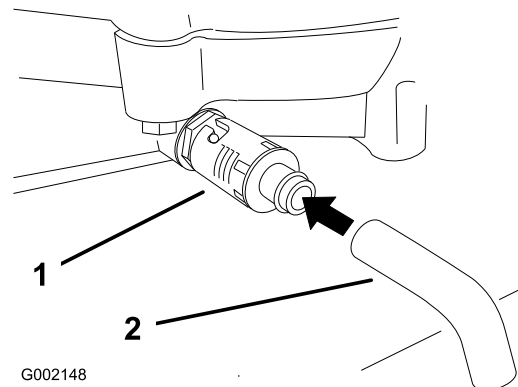

Figura 20
4. Coloque um recipiente debaixo do orifício de escoamento de óleo. Rode a válvula de drenagem de óleo para deixar o óleo drenar (Figura 20).